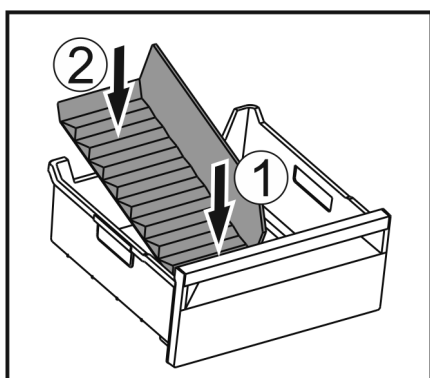

Fig. 117
- Helyezze be a jégrekesz-elválasztó elülső részét. Fig. 117 (1)
- Süllyessze le a jégrekesz-elválasztó hátsó részét a fiók aljáig. Fig. 117 (2)